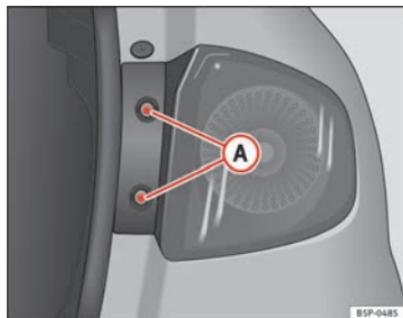

Fig. 191 Feu de position/feu stop
- Retirez les vis ⇒ page 288, fig. 191 **A**.